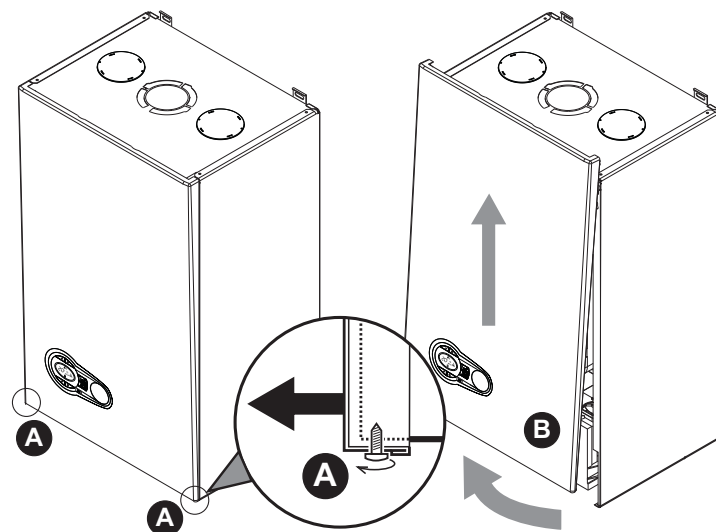

fig. 25 - Ouverture du panneau avant
1. Dévisser partiellement les vis A (voir fig. 25).